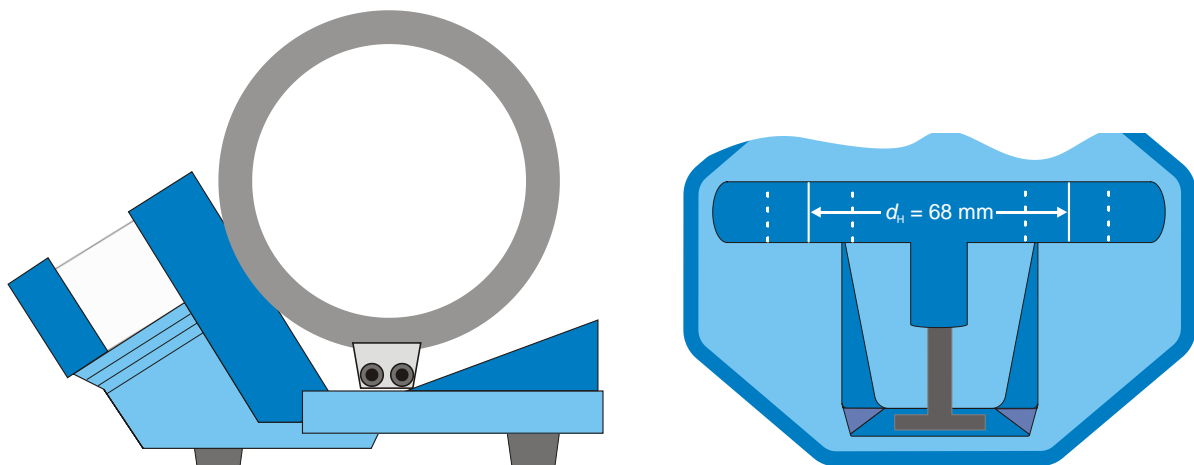

Fig. 2 Montaggio delle bobine per campo trasversale
- Inserire le bobine al centro della fessura apposita e spingere completamente verso l'esterno. Accertarsi che i collegamenti siano rivolti verso l'esterno (ved. Fig. 2).